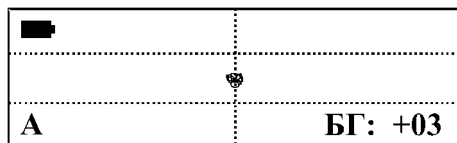

Рис. 11
3. нажмите кнопку . Прибор перейдет в режим автоматической балансировки по грунту (Рис. 11):